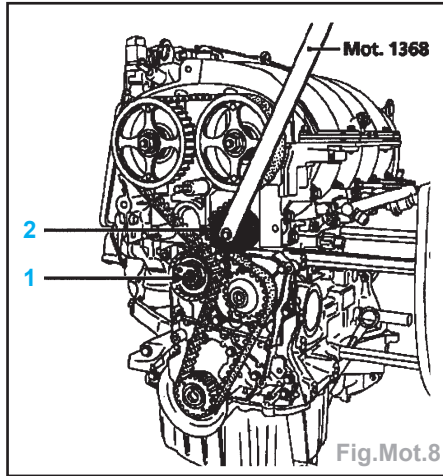

Fig.Mot.8
- Détendre la courroie de distribution en dévissant l'écrou (1) du galet tendeur (Fig.Mot.8).
- le galet enrouleur (2) à l'aide du Mot. 1368 (Fig.Mot.8).
- le galet en serrant la vis au couple avec l'aide de l'outil Mot 1368 (Fig. Mot.8).
- Reposer le galet en serrant la vis de fixation à l'aide du Mot. 1368 au couple (Fig.Mot.8).